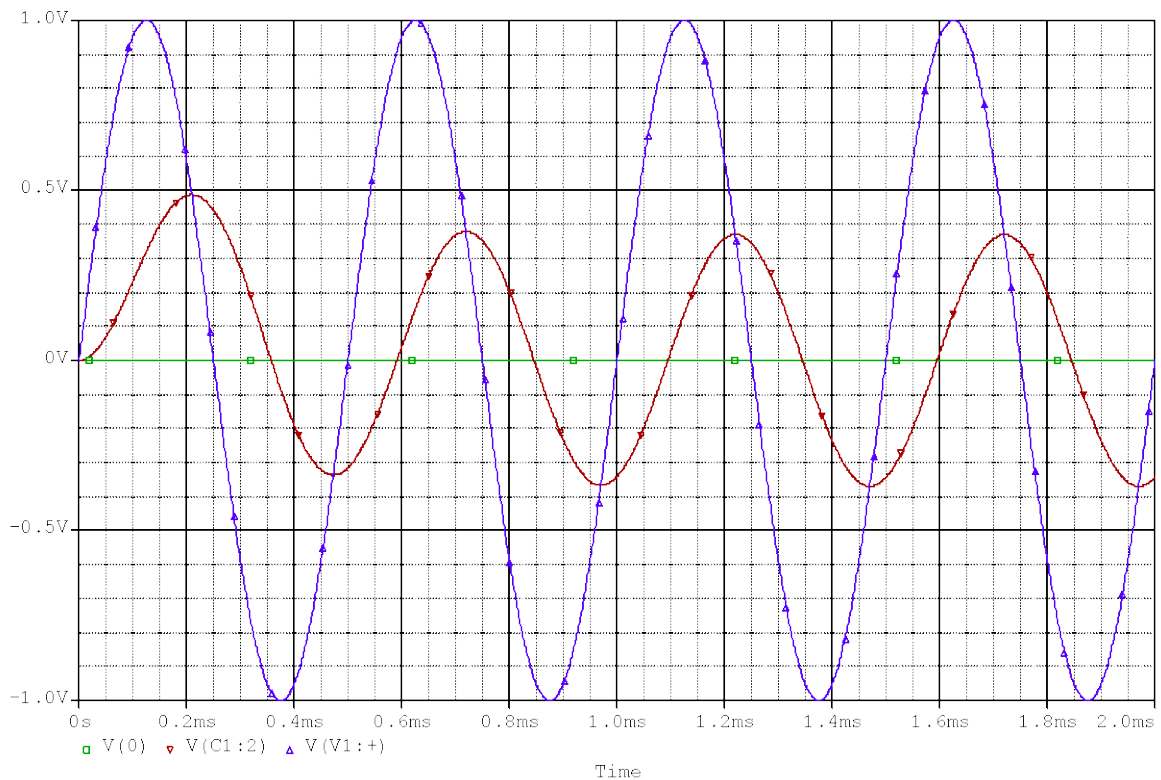

Рисунок 6.18 – Результати аналізу перехідного процесу RC-кола
25. Після закінчення моделювання виведіть на екран *Probe* діаграми напруг: $V(0)$, $V(1: +)$ та $V(C1:2)$ (рис. 6.18).
Тепер, щоб визначити окремі пари значень, ви можете скористатися курсором *Probe* до будь-якої з двох діаграм, зображених на рис. 6.18.